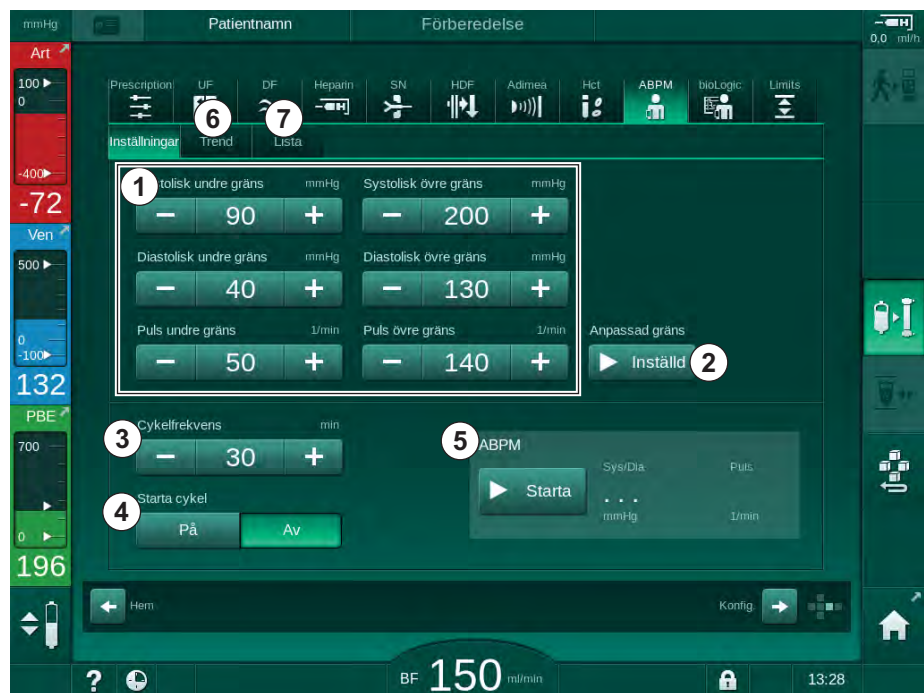

Bild 11-6 ABPM-inställningar på skärmen *Behandlingsdata*
2. För att anpassa larmgränserna till värden runt uppmätt blodtryck, tryck på *Anpassad gräns, Inställd* (Bild 11-6, ② ).
1. För att aktivera/inaktivera cykliska mätningar inom den inställda mätfrekvensen, välj *Start cykel, På* (Bild 11-6, ④).
2. Välj *Cykelfrekvens* för att ställa in mätfrekvensen ③. Möjligt intervall: 1 till 60 minuter.
Tryck på *Starta* i grupprutan *ABPM-inställningar* på skärmen *Behandlingsdata* (Bild 11-6 *ABPM-inställningar* på skärmen *Behandlingsdata* (258), ⑤).